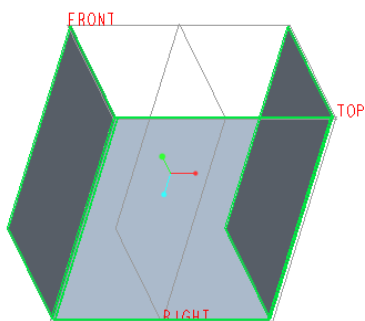

图 6-61 创建的拉伸壁
(6) 单击 (完成) 按钮, 完成的拉伸壁作为第一壁, 如图 6-61 所示。